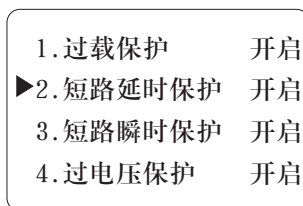
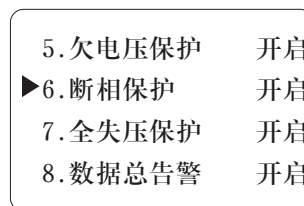
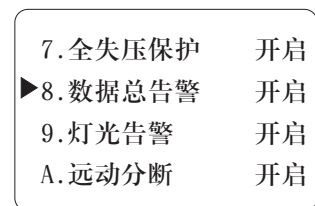
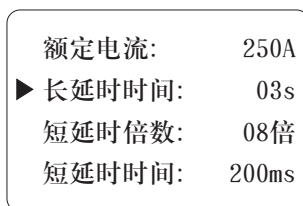

图13
图14
图15
图16
- 4) 【移位】: 查询参数时做向上用, 设置及密码输入状态时做数字移位使用。进入菜单后, 按下【递增】、【菜单】键, 进入功能设置状态, 如图13, 图14图15所示, 可设置过压保护, 欠压保护, 断相保护, 全失压保护, 过载保护, 短路延时保护, 不平衡保护, 缺零保护等功能。确定该选项后, 按【移位】、【递增】可以实现该功能的开启、告警或关闭。在轮显或跳闸停显状态时, 按下【移位】键, 提示进入密匙校验状态, 密匙确认后, 进入参数调整界面, 按【移位】、【递增】键实现光标移动, 按【移位】、【递增】键实现改变参数值。参数输入完成, 按【菜单】键确认并进入下一项参数设置, (注意: 若输入参数超过允许设定范围, 则系统放弃新参数, 保留原来设定的参数)。按【返回】键放弃设置, 并退出设置状态。额定电流, 过载长延时时间, 用户密码, 当前时间等参数。如图16、17、18, 为过电流、长延时时间, 短延时倍数, 短延时时间等参数的设置。